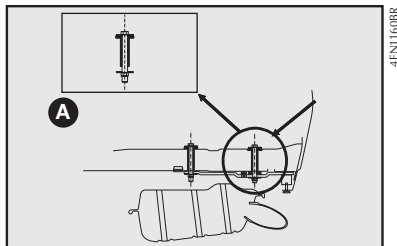
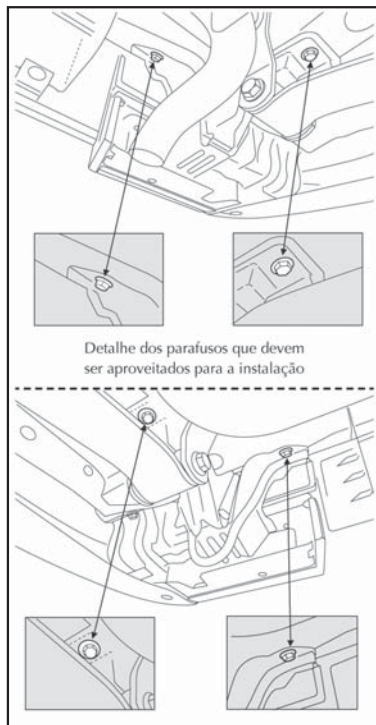

fig. 12
fig. 13
- Efetuar no veículo a furação com  $\varnothing$  (diâmetro) 11 mm traspassando o assoalho posterior (ver detalhe **A**—fig. 12) e a longarina nas marcas esquemáticas indicadas na figura correspondente ao modelo do seu veículo (fig. 13).
Em alguns modelos de veículos, são aproveitados alguns furos pré-existentes, retirando e recolocando parafusos que fixam alguns componentes (ver fig. 13).